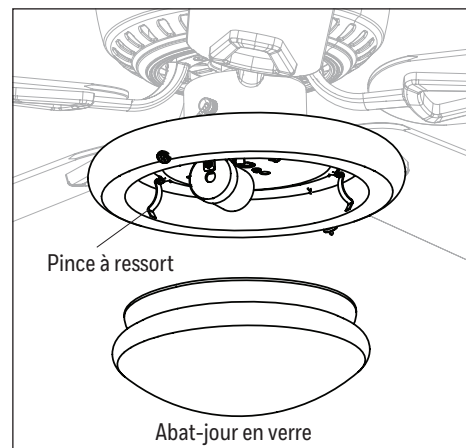

Figure 4.9
9. Insérez les trois pinces à ressort à l'intérieur du cou de l'abat-jour en verre et poussez fermement dessus pour qu'il soit solidement accroché au luminaire. **Remarque :** L'abat-jour en verre doit s'enclencher pour être installé correctement (Figure 4.9).